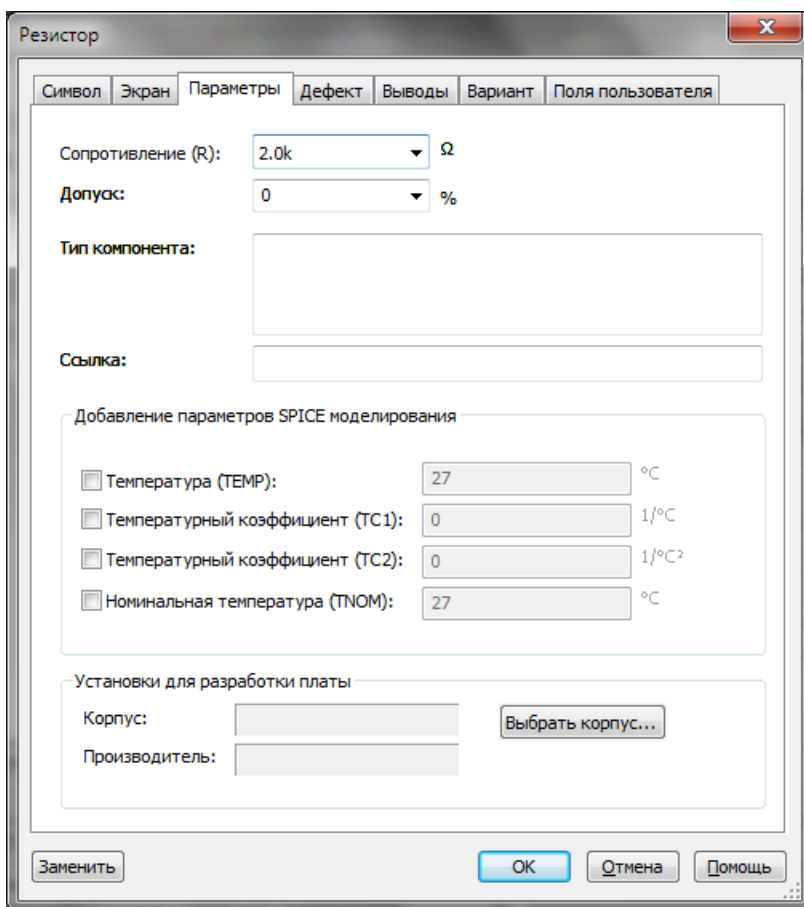

Рис. 2.5.7. Вкладка **Параметры** свойств резистора
7. Измените величину $R3$ на $2\text{ k}\Omega$. Для этого дважды щелкните ЛКМ символ $R3$. Откроется окно свойств. На вкладке **Параметры** установите 2 (рис. 2.5.7).